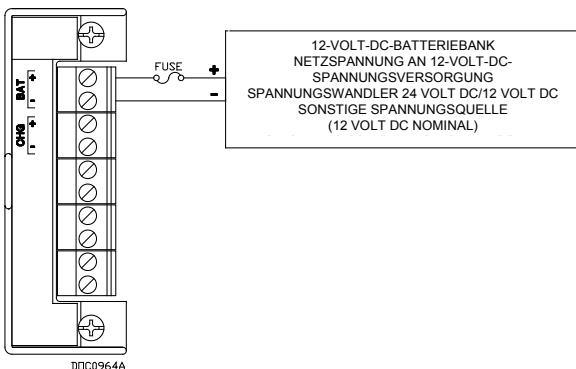

Abbildung 5. 12-V-Gleichspannungsversorgung und BAT+/BAT- Verkabelung
- von der 12-Volt-Gleichspannungsquelle in die Klemme unter der entsprechenden BAT+/BAT- Klemmschraube (siehe Abbildung 5) ODER
- von der 24-Volt-Gleichspannungsquelle in die Klemme unter der entsprechenden Klemmschraube (+/-). Die Plusklemme ist ebenfalls mit einer Sicherung zu versehen (siehe Abbildung 5) ODER
- von der 11- bis 30-Volt-Gleichspannungsquelle in die Klemme unter den entsprechenden Klemmschrauben +/- (siehe Abbildung 5).